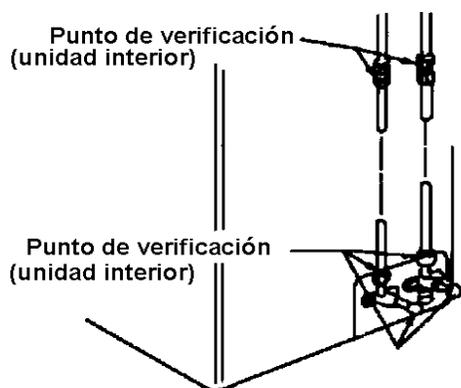

Figura 10
9. Realice las pruebas de fugas en todas las uniones de la tubería, tanto interior como exterior, utilizando agua jabonosa o un detector de fugas. Ver **Figura 10**.